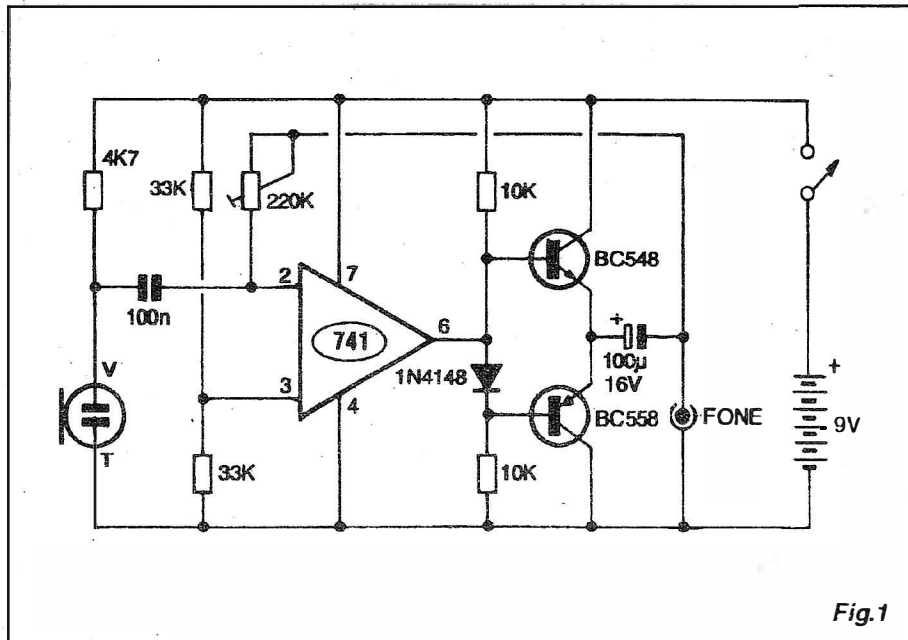

Fig.1
Muito raramente serão encontrados sistemas ou aparelhos domésticos de áudio que não contenham um jaque para uso de fones externos individuais... Entretanto, se isso se verificar, é possível fazer algumas alterações simples na entrada do módulo transmissor do **FOSF**, de modo a adequar o seu funcionamento para a ligação direta à uma saída tipo **auxiliar** (médio nível, média ou alta impedância...). Nesse caso, basta substituir o resistor original de 15R (rever FIG. 1) por um de 47K x 1/4W, trocando também o eletrolítico de entrada, originalmente de 4u7, por um capacitor de poliéster de 100n ou 220n...
- FIG. 1 - DIAGRAMA ESQUEMÁTICO DO CIRCUITO - Para preservar o pequeno tamanho geral e o baixo consumo (o que também ajuda na miniaturização, através do requerimento de pilhas ou baterias de modestas dimensões...), a lógica indica o uso de um circuito com um mínimo de componentes, o que é rigorosamente cumprido pelo projeto, conforme o leitor/hobbysta pode ver no diagrama... Um conhecido integrador 741 (amplificador operacional), em função amplificadora de alto ganho, centraliza as ações, circuitado com estrutura inversora, e por isso tendo o